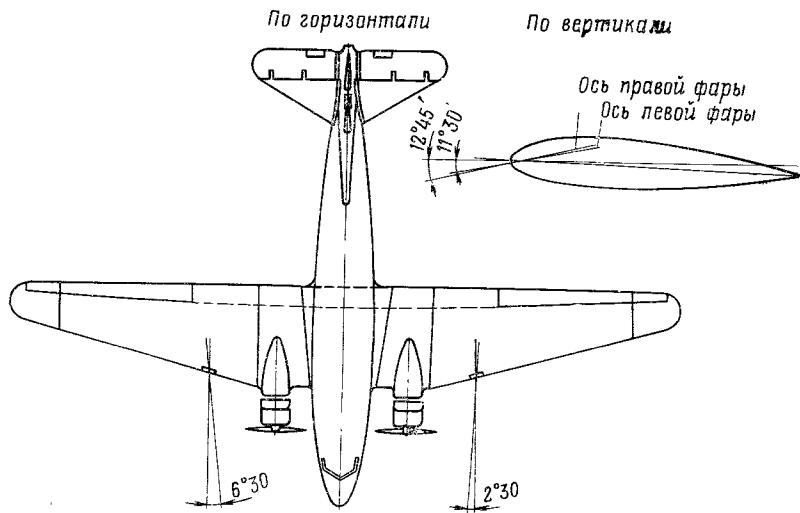

Рис. 86. Установочные углы посадочных фар
На самолетах установлены две посадочные фары в передней кромке каждого крыла. Установочные углы фар показаны на рис. 86. В эксплуатации необходимо через каждые 50—80 включений фары заменять лампы фар, даже если они не перегорели, так как они могут перегореть во время взлета или посадки.
3. Установить исправную фару согласно установочным углам (см. рис. 86).